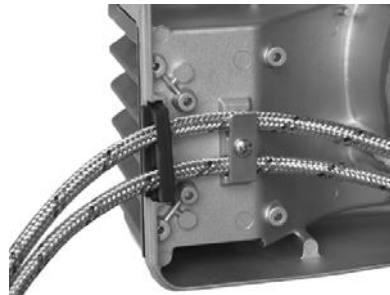

Abb. 27
- 4 Befestigen Sie die flexiblen Schläuche wie in Abb. 27 gezeigt.